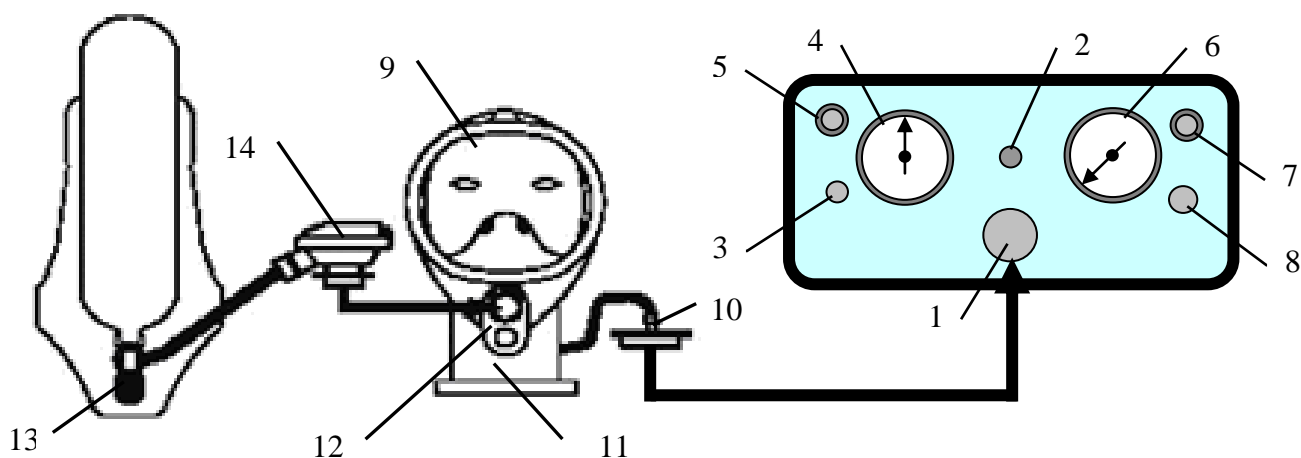

Рисунок 7.
2.3.4. Проверка избыточного давления воздуха в подмасочном пространстве лицевой части при нулевом расходе воздуха (см. рис. 7).